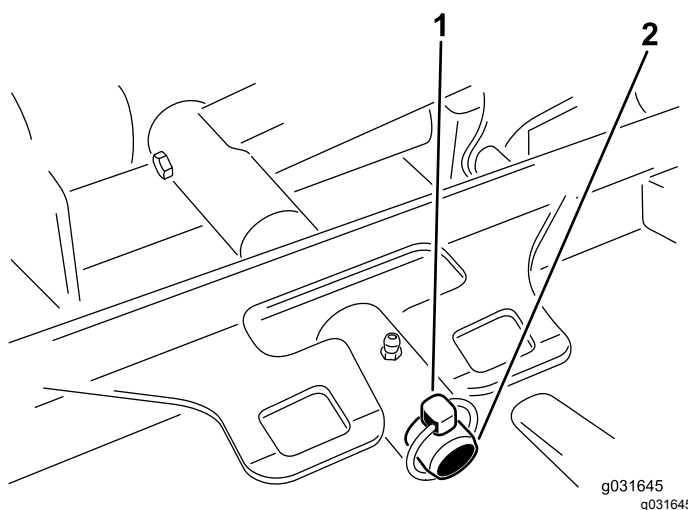

Figura 69
3. Retire o pino de sujeição ou a porca de bloqueio que fixa estrutura de suporte da plataforma ao pino de articulação do braço de elevação (Figura 69).
e prenda-a com o pino de sujeição ou a porca de retenção (Figura 69).